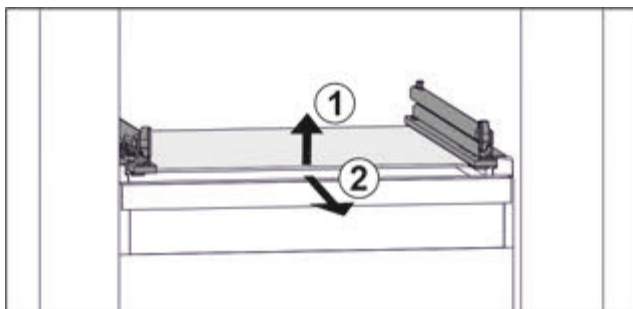

Fig. 71 Приблизне відображення скляної пластини
- ▶ Підняти скляну пластину спереду. Fig. 71 (1)
- ▶ Вийняти скляну пластину рухом вперед. Fig. 71 (2)